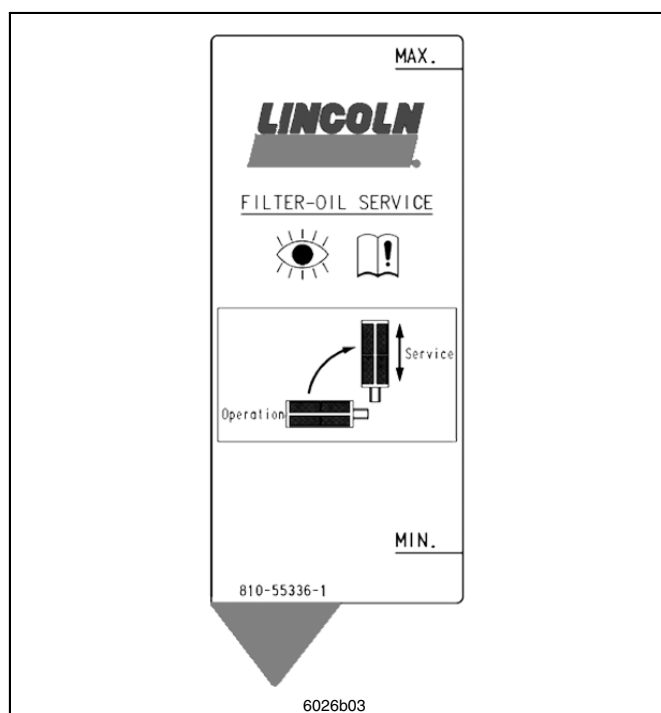

Abb. 18 Filter-Oil Service und Füllstandsanzeige der ESILUB Oil Pumpe EOP
Vermeiden Sie das Ansaugen von Luft durch den Ansaugfilter. Die senkrecht geschwenkte Position (Service) dient ausschließlich dem Filterwechsel. Zum Betrieb muss sich der Ansaugfilter in waagrechter Lage (Operation) befinden (vgl. Abb. 18).
- Vergewissern Sie sich dabei, dass der Mindestfüllstand nicht unterschritten wird (Abb. 18, MIN.-Markierung)